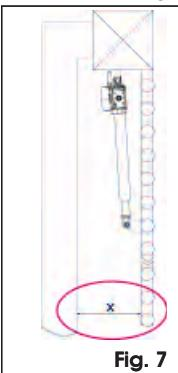

Fig. 7
**⚠ Une fois l'opérateur installé, vérifier que la cote "X" de la Fig. 7 soit au minimum 500mm. Si la cote "X" est inférieure à 50 mm, réaliser un essai d'impact à l'endroit illustré dans la Fig. 7, conformément à la norme UNI EN 12445 et vérifier que les valeurs relevées soient conformes aux prescriptions de la norme UNI EN 12453.**
**Si les valeurs de poussée ne font pas partie des valeurs spécifiées par la norme UNI EN 12453, il est OBLIGATOIRE de protéger la zone illustrée dans la figure 7 au moyen d'un dispositif de protection conforme à la norme UNI EN 12978.**